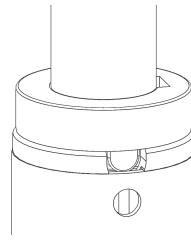

Figura 23 – Blocco dell'asta portaflebo
2. Ruotare e bloccare l'asta portaflebo nel manico per accessori (Figura 23).